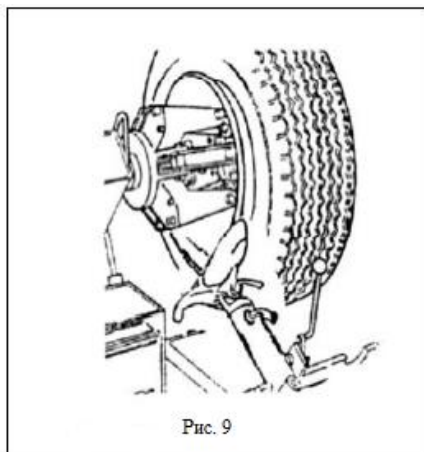

Рис. 9
- Выполняйте вышеописанные действия до полного отрыва борта шины с другой стороны, как показано на рис.9.